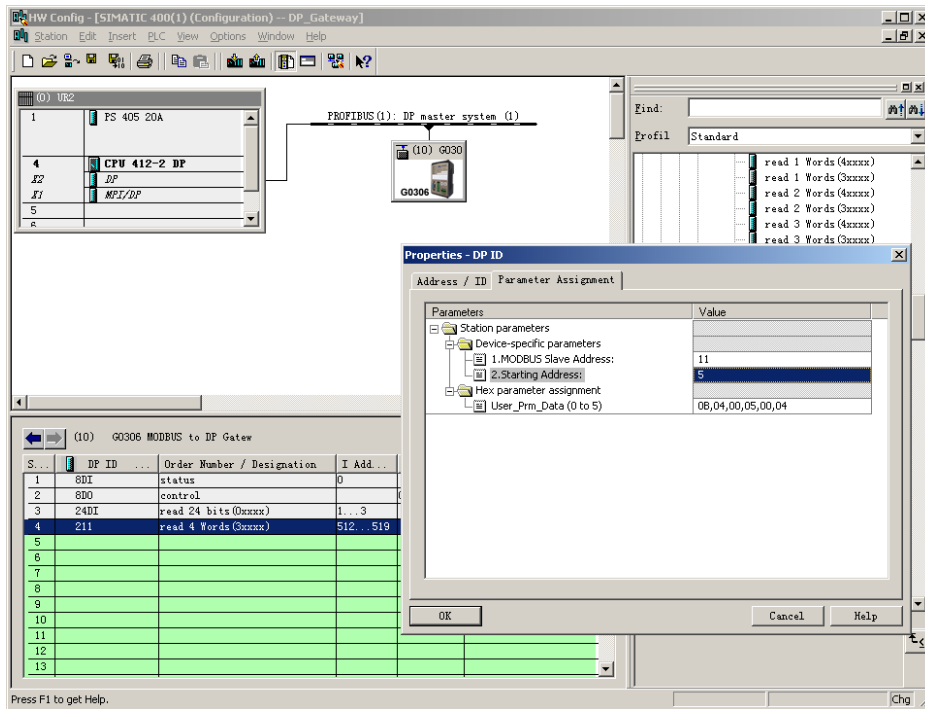

图 20 配置“read 4 Words(3xxxx)”模块用户参数
b) 配置“read 4 Words(3xxxx)”模块用户参数，如图 20 所示：
“1. MODBUS Slave Address:” ⇒ 键入 MODBUS 从站地址 11，如图 20。
“2. Starting Address:” ⇒ 键入欲读取寄存器 3xxxx 的起始地址 30006，设置地址为 5 ⇒ “OK”，如图 20。